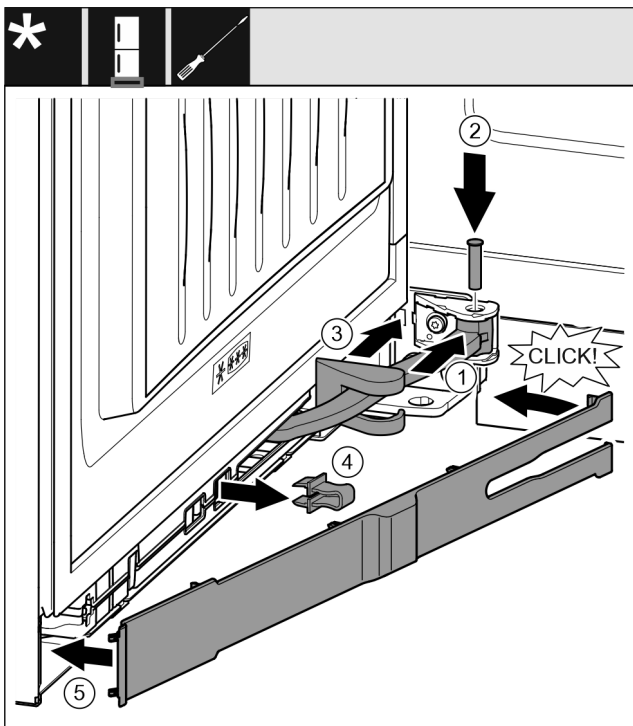

Fig. 32
- ▶ Tourner la jointure Fig. 32 (1) dans la fixation.
- ▶ Insérer l'axe Fig. 32 (2) dans la fixation et la jointure avec un tournevis. Veiller à ce que l'ergot soit bien en place dans la rainure.
- ▶ Faire glisser le cache du support de palier Fig. 32 (3) le long de la jointure et le monter au-dessus de la fixation.
- ▶ Retirer la fixation Fig. 32 (4).
- ▶ Placer le cache Fig. 32 (5) côté poignée et le faire basculer vers l'intérieur.